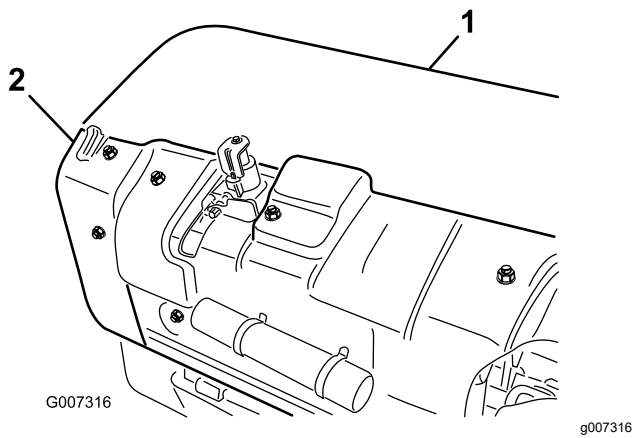

図 34
A. 後コアリングヘッドカバーを外す 図 34。
- B. プーリのシールドを固定しているボルトを外してシールドを外す 図 34。